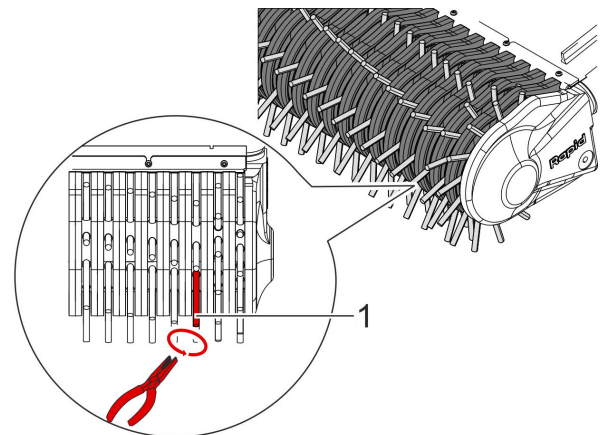

Abb. 68: Kunststoffzinken ersetzen
3. ➤ Kunststoffzinken (Abb. 68/1) mit Klemmzange gegen den Uhrzeigersinn herausdrehen.